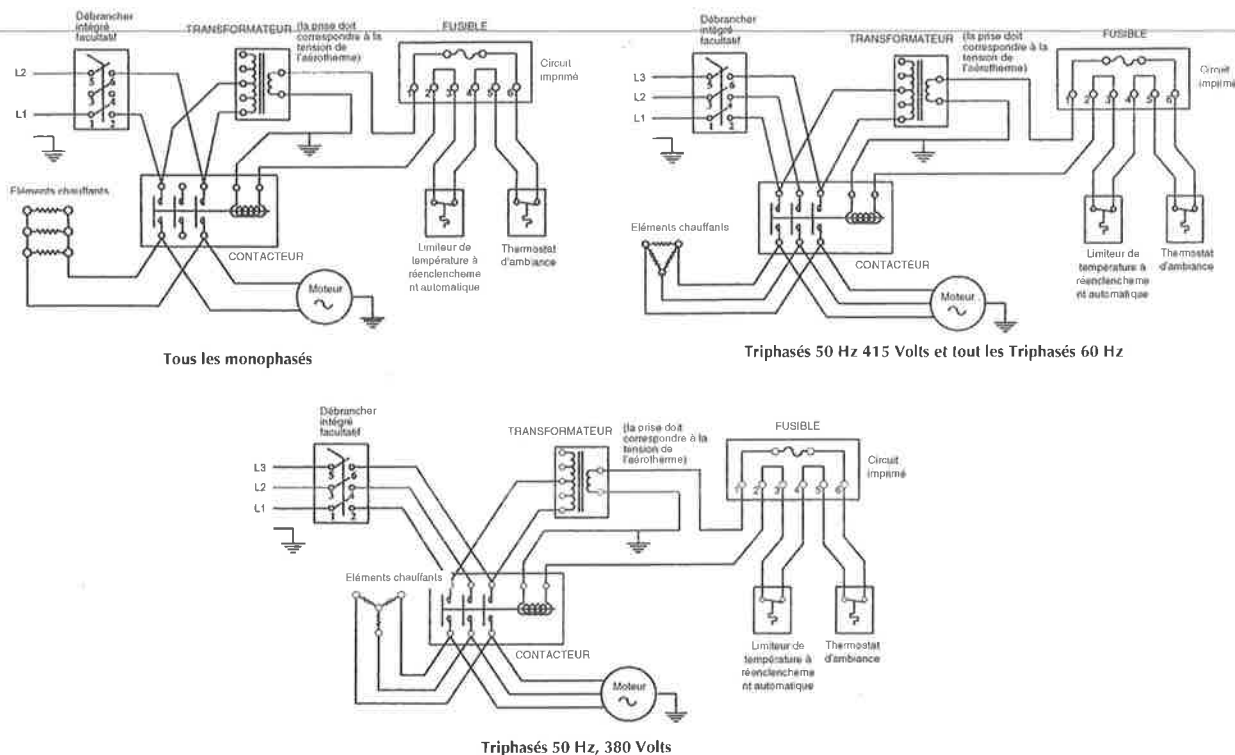

FIGURE 8
- vérifier si toutes les connexions sont bien faites et correspondent au schéma de câblage applicable (voir figure 8) et aux codes en vigueur;